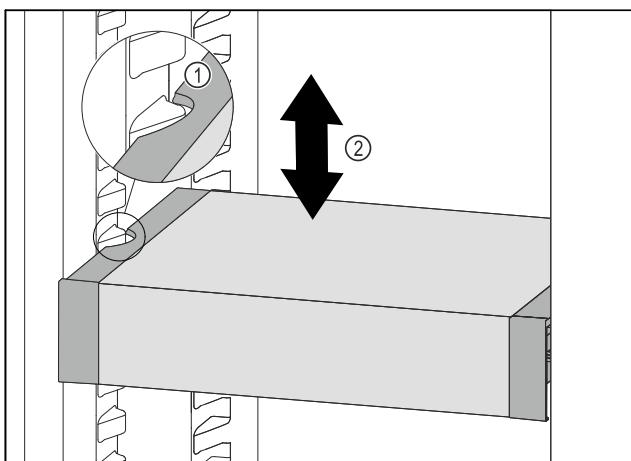

Fig. 52
- VarioSafe vucite prema naprijed sve dok se bočni otvori VarioSafe ladice ne nađu na visini žlijeba spremnika u hladnjaku. Fig. 52 (1)
- Pomičite ladicu VarioSafe u hladnjaku prema gore ili dolje sve dok ne dosegnete željenu visinu. Fig. 52 (2)